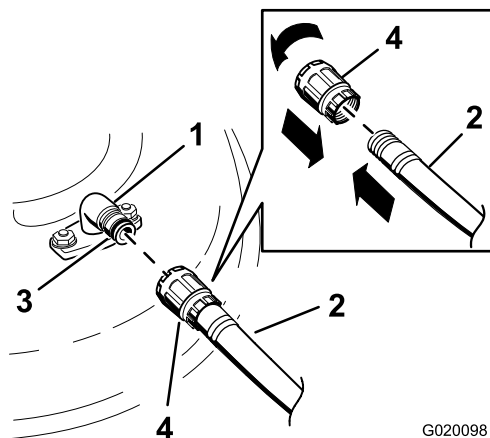

Figura 60
3. Conecte el acoplamiento de la manguera al extremo del conector de lavado del cortacésped, y abra el grifo al máximo (Figura 60).